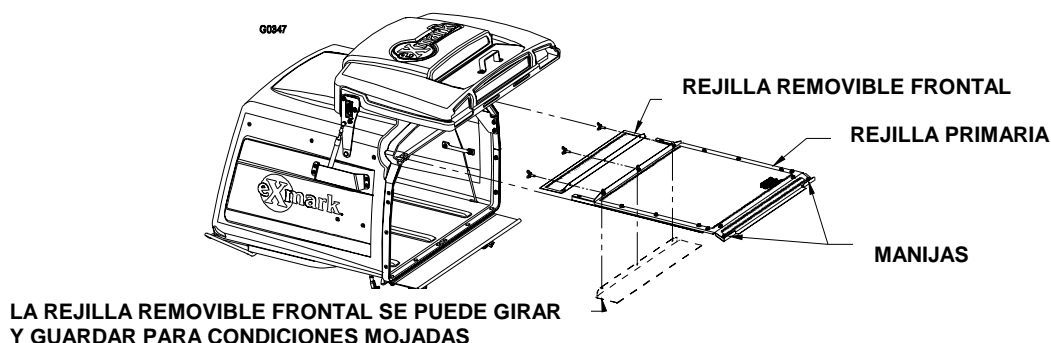

FIGURA 3
- a) Se pueden remover las rejillas estirando con firmeza de las manijas de las mismas. Vea Figura 3.